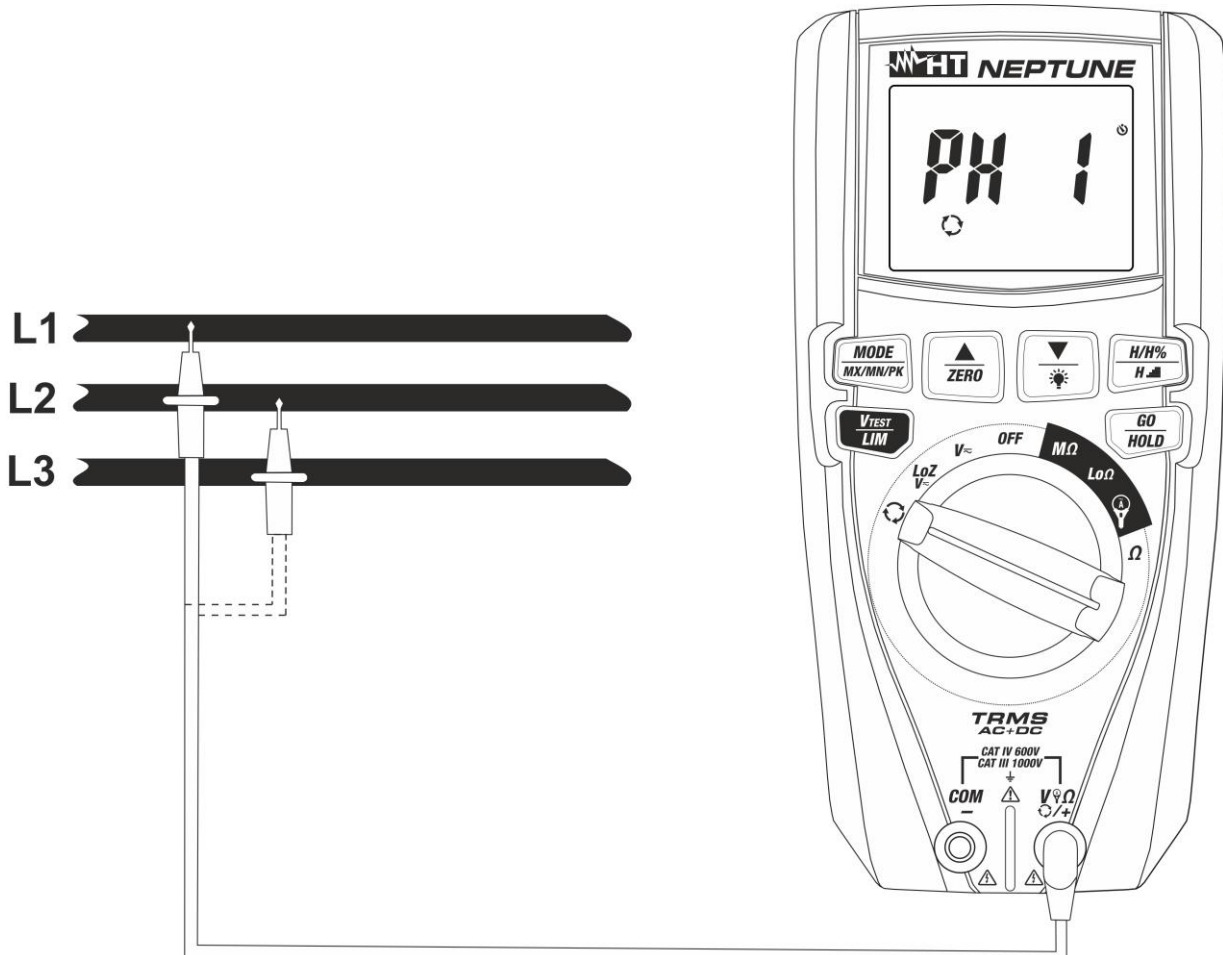
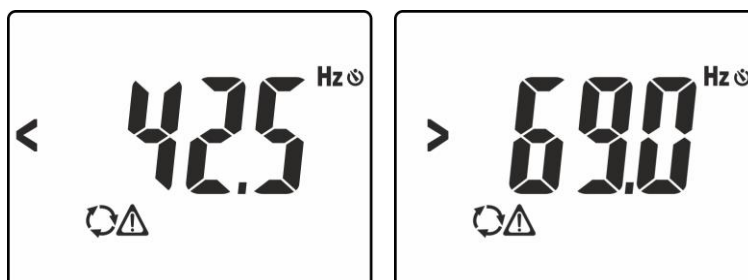
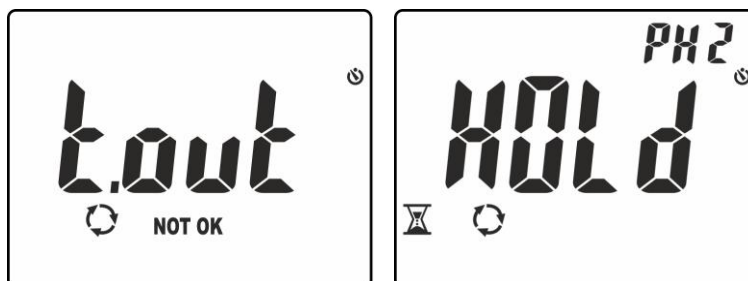

Fig. 10: Uso del instrumento para prueba de sentido cíclico y concordancia de las fases
Fig. 11: Señalización de tensión con frecuencia errónea
Fig. 13: Reconocimiento fase L1 y espera para fase L2
3. Posicione la punta roja sobre la fase **L1** del sistema trifásico en examen (ver la Fig. 10). Los siguientes mensajes pueden ser mostrados en pantalla (ver la Fig. 11) identificando la presencia de una señal de tensión con frecuencia externa al intervalo **42.5Hz ÷ 69Hz** En tales condiciones el instrumento no realiza la prueba
6. Posicione la punta roja sobre la fase **L2** del sistema trifásico en examen (vea la Fig. 10). En el caso en el que el paso entre la fase L1 y la fase L2 ocurra en un tiempo superior a **10s** el instrumento muestra el mensaje “**t.out**” en pantalla (ver la Fig. 13 – parte izquierda) En condiciones correctas de tensión y frecuencia, el instrumento muestra el mensaje “**HOLD**”, los símbolos y “**PH2**” y emite un sonido continuo en espera del reconocimiento de un valor estable de tensión sobre la fase L2 (ver la Fig. 13 – parte derecha)